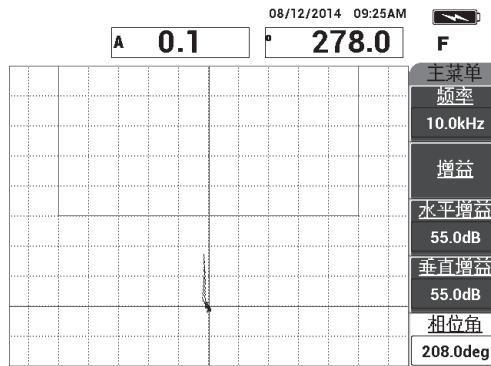

图 6-25 调整了角度后朝上指向的信号
- 按**相位角**（**E**键），然后调整信号的角度，使信号朝上指向报警框（参见第 138 页的图 6-25）。